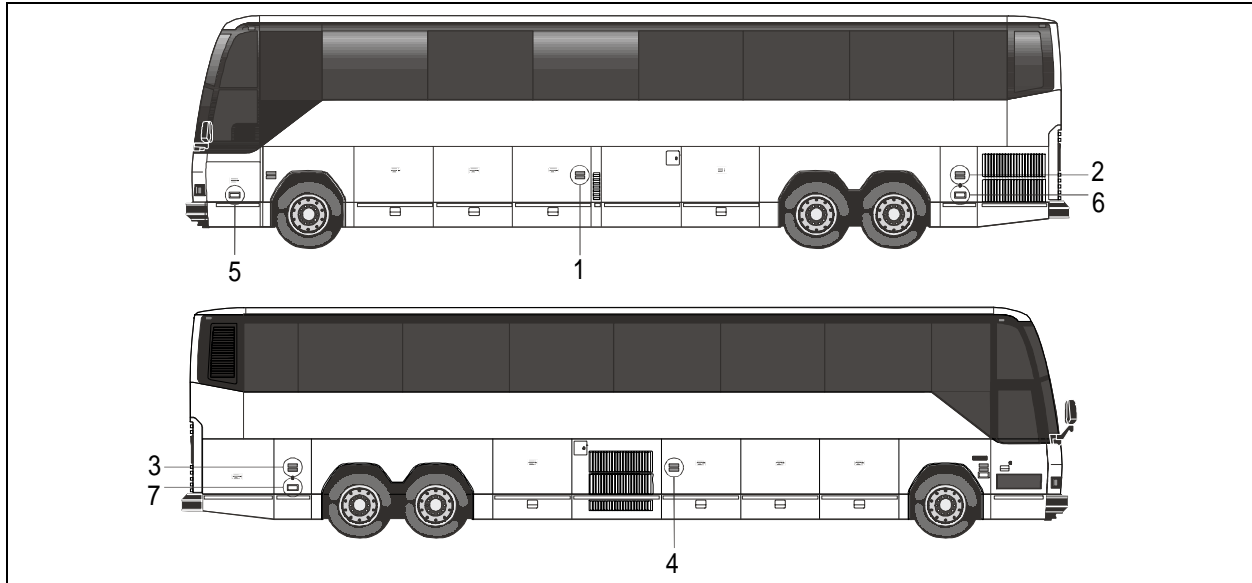

Figure 1: Localisation des feux de gabarit latéraux (items 1 à 4) et des feux halogène (items 5 à 7), modèle type (véhicule H3-45).
A. Feux de gabarit latéraux des compartiments à bagages (items 1 et 4 de la figure 1)
Procéder aux étapes numérotées de 1 à 10 une première fois pour le feu #1 de la figure 1. Refaire ensuite ces mêmes étapes, mais cette fois pour le feu #4 de la figure 1.
1. Ouvrir la porte du compartiment à bagages correspondant au feu dont on souhaite augmenter l'étanchéité (voir la figure 1, item 1 ou 4);
B. Feux de gabarit latéraux du compartiment électrique arrière et du compartiment principal d'alimentation (items 2 et 3 de la figure 1)
Procéder aux étapes numérotées de 1 à 10 une première fois pour le feu #2 de la figure 1. Refaire ensuite ces mêmes étapes, mais cette fois pour le feu #3 de la figure 1.
1. Ouvrir la porte du compartiment correspondant au feu dont on souhaite augmenter l'étanchéité (consulter la figure 1, item 2 ou 3);
C. Feux halogène (items 5 à 7 de la figure 1)
Procéder aux étapes numérotées de 1 à 10 une première fois pour le feu #5 de la figure 1. Refaire ensuite ces mêmes étapes pour le feu #6 de la figure 1 et enfin, pour le feu #7.